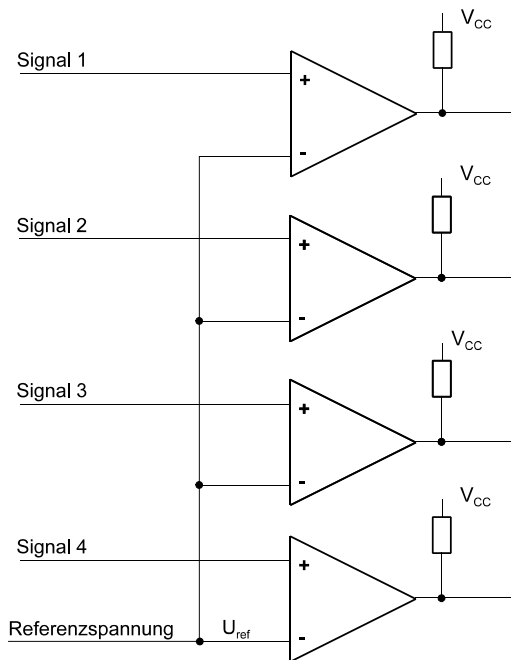
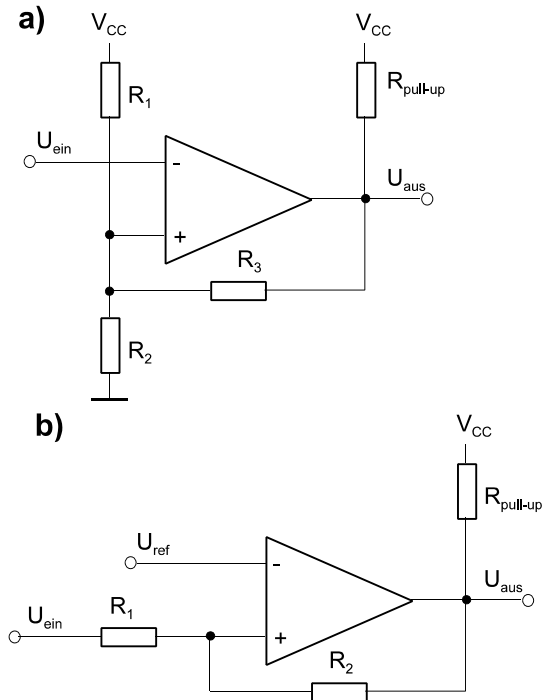

Abb. 19
Abb. 20
43. Mehrere Signale sind mit einer gemeinsamen Referenzspannung U_{ref} zu vergleichen. Es liegt nahe, hierzu Comparatoren einzusetzen (Abb. 19).
- c) Abb. 20 zeigt zwei Schaltungen, in denen dieser Ausweg verwirklicht ist. Welche der beiden Schaltungen a), b) ist für den Einsatzfall von Abb. 19 besser geeignet? Weshalb?